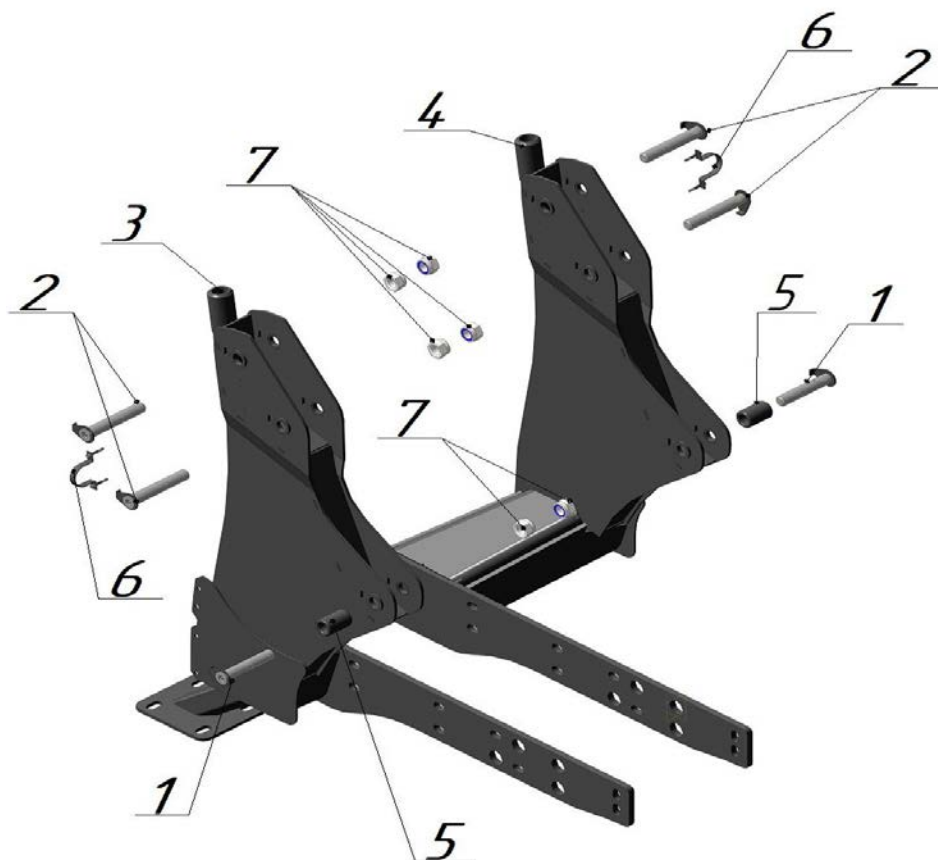

Рис. 2.4 – БЗ-V.06.090 сборка подрамников
2.4. Состав сборки подрамников БЗ-V.06.090 приведен на рис. 2.4 и таблице 2.4.